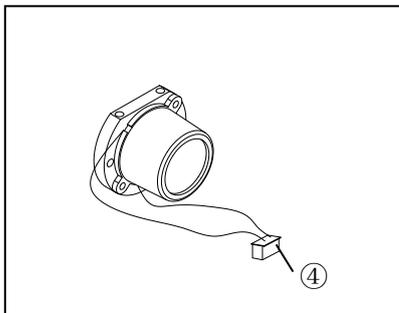

Fig.12
1. En general, la lámpara S-LED es muy duradera, por lo que no es fácil de dañar. Si es lamentablemente dañado, compre la S-LED (Fig. 12) de su proveedor.
2. Abra la placa inferior (1) con un destornillador, afloje el tornillo (2) para bajar la lámpara S-LED (3) y desconecte el conector (6) de la placa de pruebas. Monte la nueva lámpara S-LED, apriete el tornillo (2) e inserte el conector (4) completamente en la placa de pruebas.